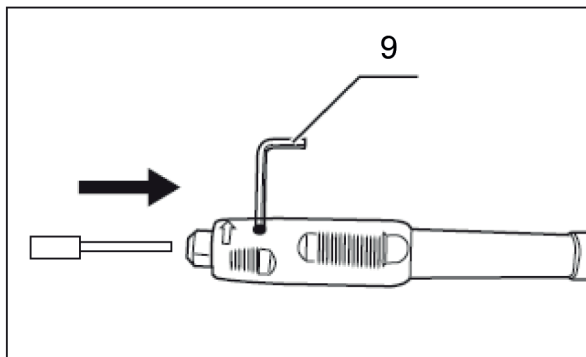

Рис.8
1. Вставьте в отверстие на шейке гибкого вала ключ (9) рис. 8. и прокрутите шпиндель гибкого вала до блокировки ключом.